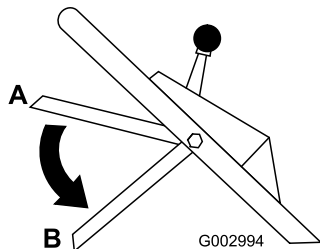

Figura 17
10. Suelte la barra de control de la cuchilla; consulte la posición B en Figura 17. Debe oír un ruido fuerte. La cuchilla debe detenerse en tres segundos.
2. Mueva la barra de control de la cuchilla a su posición más baja (Posición B en Figura 17).